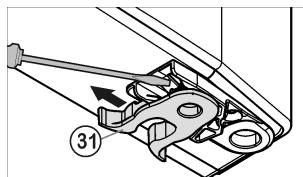

Fig. 6
- ▶ Przenieść zacisk sprężynowy Fig. 6 (31): Zatrzasz przycisnąć w dół, przy tym zdjąć zacisk sprężynowy.